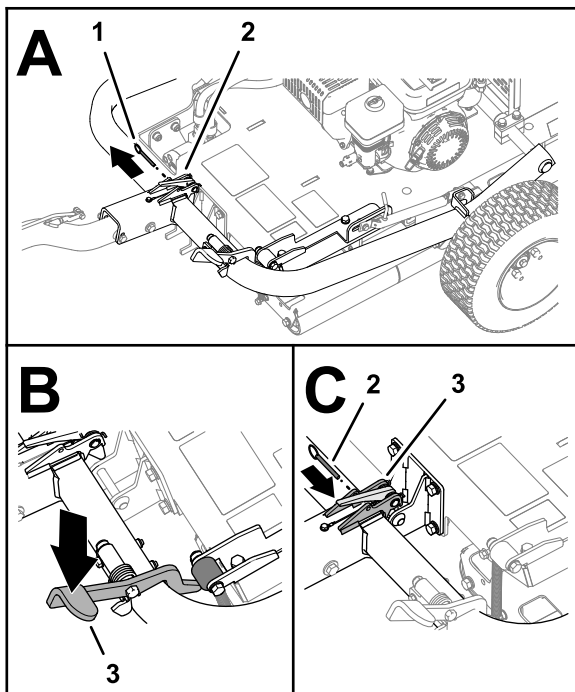

Figura 8
6. Se instalado, remova o pino de bloqueio do trinco. Figura 8
7. Pise o pedal do engate até o engate ficar bloqueado no lugar (Figura 8).
8. Insira o pino de bloqueio através dos furos do trinco (Figura 8).